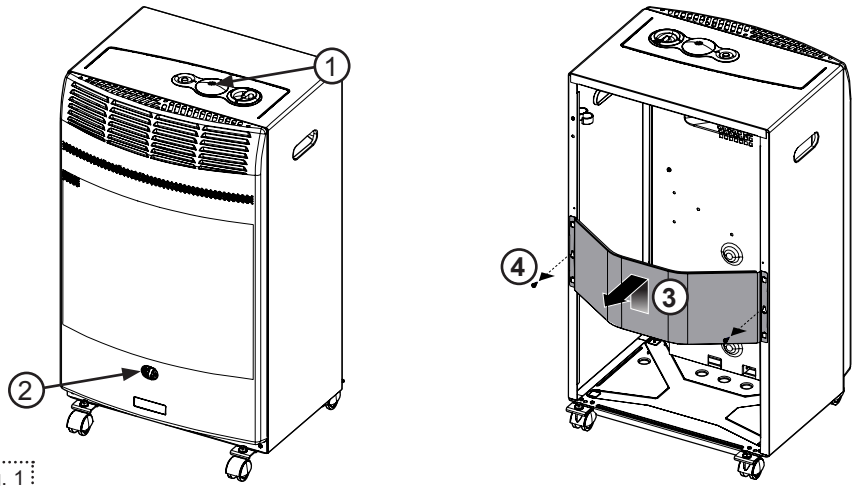

fig. 2
- passe bien au travers du passe tuyau (fig.2),